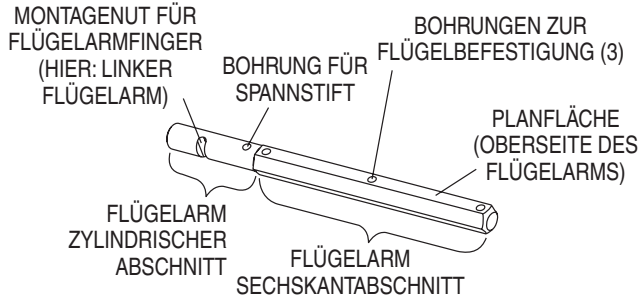
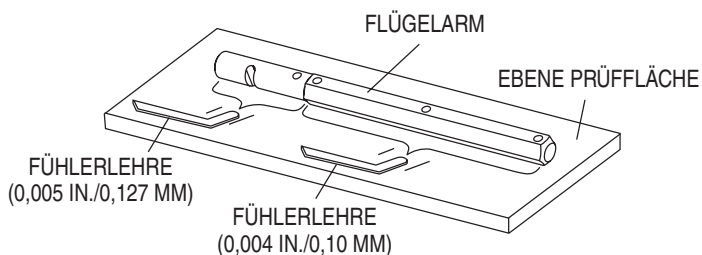

Abb. 31. Flügelarm
Abb. 32. Prüfen der Geradheit der Flügelarme
Flügelarme können durch unsanften Transport beschädigt werden (beispielsweise Herabfallenlassen auf den Untergrund) oder im Einsatz beim Auffahren auf überstehende Rohre, Schalungs- oder Bewehrungselemente. Verbogene Flügelarme beeinträchtigen die ruhige, gleichmäßige Drehung des Rotors. Bei Verdacht auf verbogene Flügelarme die Ebenheit wie folgt prüfen, siehe Abb. 31 und Abb. 32.
2. Dazu eine 0,004"-Fühlerlehre (0,1 mm) verwenden: Diese darf an keiner Stelle zwischen die aufliegende Flügelarmfläche und die Prüffläche passen (Abb. 32).